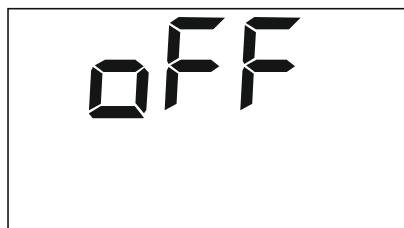

Рисунок 9 — Дисплей, напряжение питания подано
- Подать на вход изделия напряжение питания, установив выключатель питания в положение «ВКЛЮЧЕНО» (!). Изделие включит светодиодный индикатор «SKAT» и дисплей на пониженной яркости. На дисплее отобразится сообщение «оFF» (см. рисунок 9).